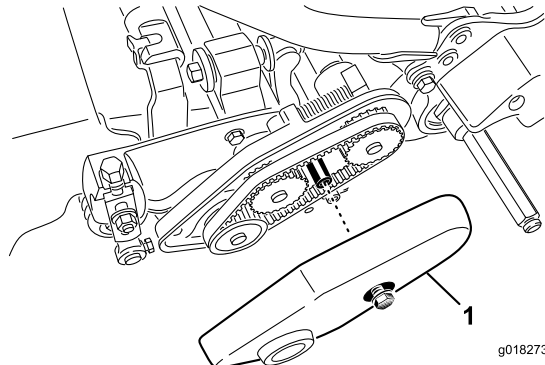

図 41
2. ベルトカバーを固定しているフランジボルトをゆるめてベルトカバーを外し、ベルトを露出させる(図 41)。